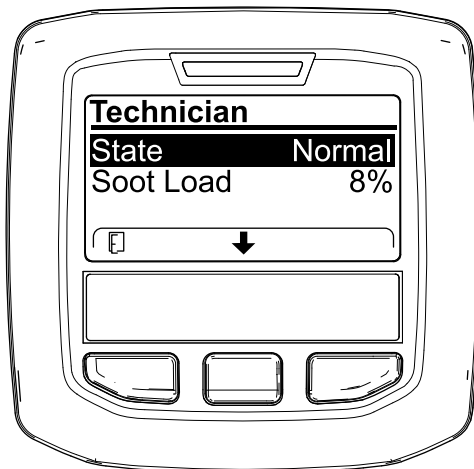

図 31
- DPF 稼働記録表で、現在の DPF の状態を確認する 図 31。